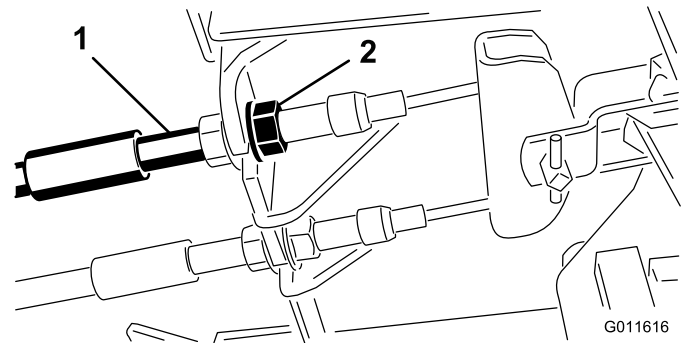

Figure 64
1. Pour réduire la garde aux pédales de frein, serrez les freins en desserrant l'écrou avant sur l'extrémité fileté du câble de frein (Figure 64).